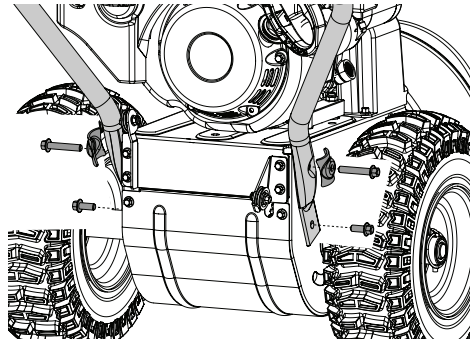

Рис. 5 Установка рукоятки (общий вид)
3. Установите рабочую рукоятку (Рис. 5).